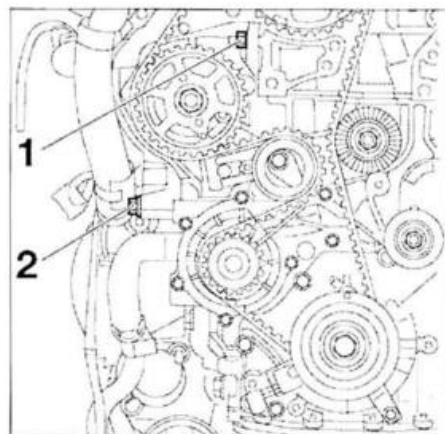

FIG. 45
- los tornillos (1) y (2) (fig. 45).